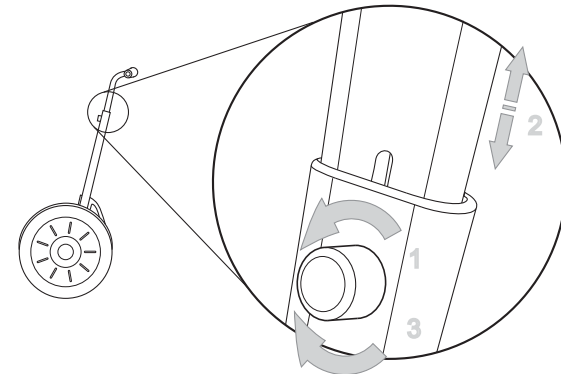

Abbildung 9: Stellen Sie die Höhe des Lenkers ein
1. Entfernen Sie die Höhenstellschraube (siehe **Abbildung 9**, Seite 21), indem Sie die Schraube gegen den Uhrzeigersinn drehen.